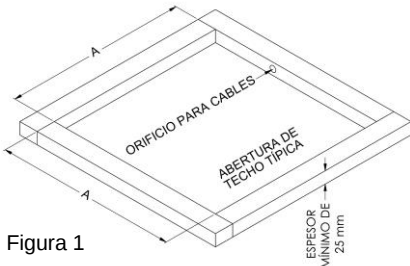

Figura 1
3. Examinar la abertura del techo. Si la abertura es más pequeña que las dimensiones que se muestran en la tabla en la Figura 1, deberá ampliarse el hueco.
- B. Si no se utiliza una abertura de ventilación del techo, (consulte la figura 1) se deberá cortar una nueva abertura en el techo del vehículo. Asimismo, se deberá hacer una abertura de iguales dimensiones en el techo del interior del vehículo. Si la abertura del techo interior está tapizada, podrían producirse enganches. Una vez que la abertura en el techo exterior e interior tengan el mismo tamaño correcto, debe aplicarse una estructura rectangular de soporte entre el techo externo superior y el interior.
Airxcel, Inc. recomienda que el espacio entre el techo superior del vehículo y el del interior sea al menos de 25 mm. En la Figura 1 se muestra una estructura típica de soporte.